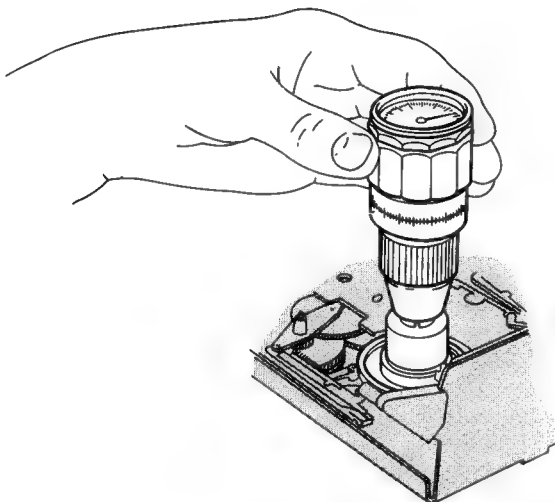

Bild 2-4
- Nun den Drehmomentmesser auf den linken Wickelteller aufsetzen (Bild 2-4) und das Schwungrad des Kombimotors Pos. 267 im Uhrzeigersinn drehen, bis sich die Anzeige nicht mehr verändert. Die Ziehkraft (Drehmoment) muß zwischen 2,8 und 3,8 Ncm (280 und 380 gFcm) liegen.